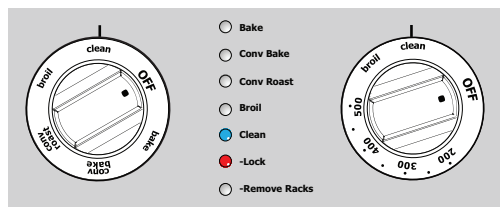

Figure 26 : Lancement du cycle d'autonettoyage
2. Tourner le bouton du four sur **< Clean > (autonettoyage)**. Les témoins lumineux **< Clean > (autonettoyage)** et **< Lock > (verrouiller)** clignotent durant l'enclenchement du verrou (environ 15 secondes). Voir Figure 26 ci-dessous.
Appliquer quelques gouttes de crème nettoyante directement sur la tache. Frotter la tache avec un outil de nettoyage non abrasif, en appuyant si nécessaire. Ne pas utiliser les tampons nettoyeurs qui ont servi au nettoyage de la surface de cuisson à d'autres fins. Si la saleté persiste, gratter avec soin à l'aide d'un grattoir métallique maintenu à un angle de 30 degrés par rapport à la surface (Figure 26). Éliminer les débris délogés avec la crème de nettoyage pour surface de cuisson et polir.